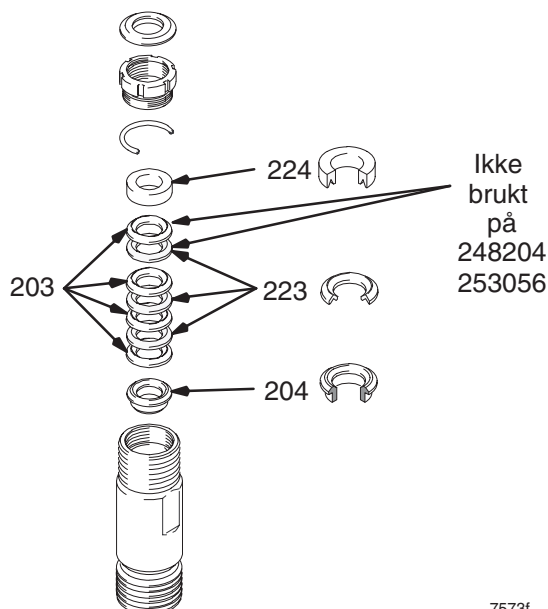

Fig. 12
Fig. 12. Bløt alle lærpakninger i SAE 30W olje i minst 1 time før de skal monteres. Sett den konvekse pakningsringen (204) i sylindere. Stable vekselvis UHMWPE (203) og lærpakningene (223) (observer stillingen). Sett den konkave pakningsringen (224) i toppen av sylindere. Pass til pakningene.